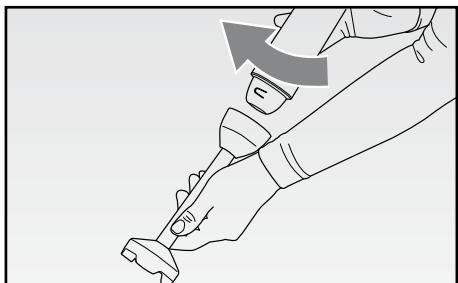

Fig. 2
- Montare il corpo motore (D) sul gambo (G): accostare le due parti, allineando il simbolo “lucchetto aperto” presente sul gambo con la freccia sul corpo motore e ruotare il corpo motore in senso orario fino ad udire lo scatto di avvenuto bloccaggio (Fig. 2).
- Il frullatore a immersione (G) è un apparecchio utile per la preparazione di salse, minestre, maionese e frappè.
- Montare il corpo motore (D) sulla frusta a filo (H): accostare le due parti, allineando il simbolo “lucchetto aperto” presente sulla frusta con la freccia sul corpo motore e ruotare il corpo motore in senso orario fino ad udire lo scatto di avvenuto bloccaggio (Fig. 2).
- La frusta (H) serve per montare panna ed albumi e per impasti morbidi.